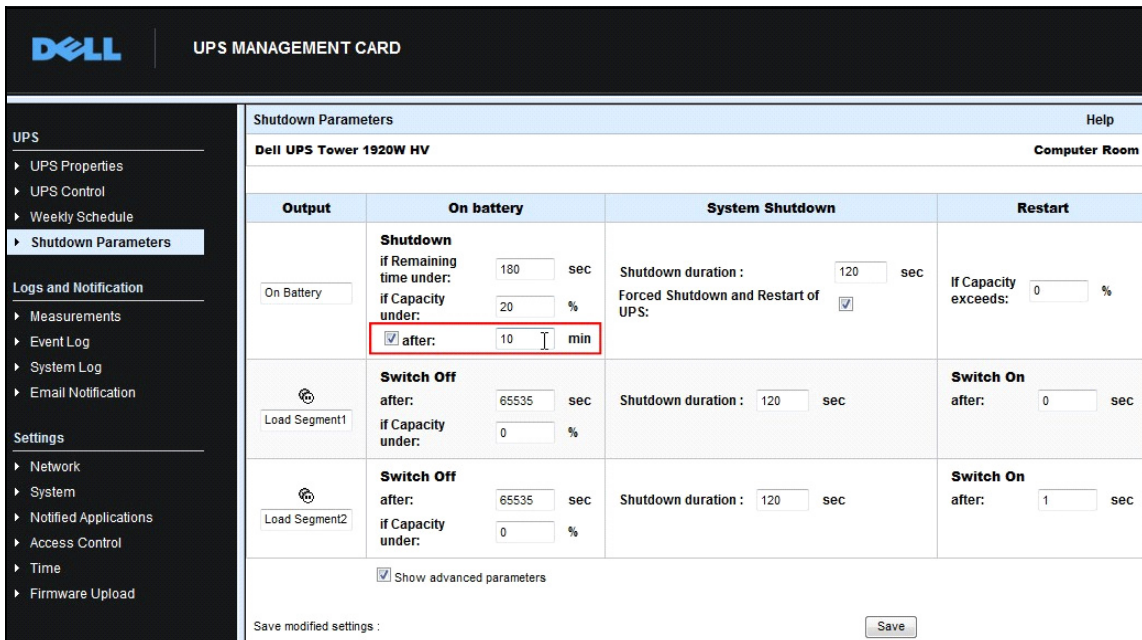

Figura 90. Dell Network Management Card Parametri di spegnimento
- La Figura 90 mostra la configurazione di spegnimento di Dell Network Management Card disponibile da **UPS > Parametri di spegnimento**.